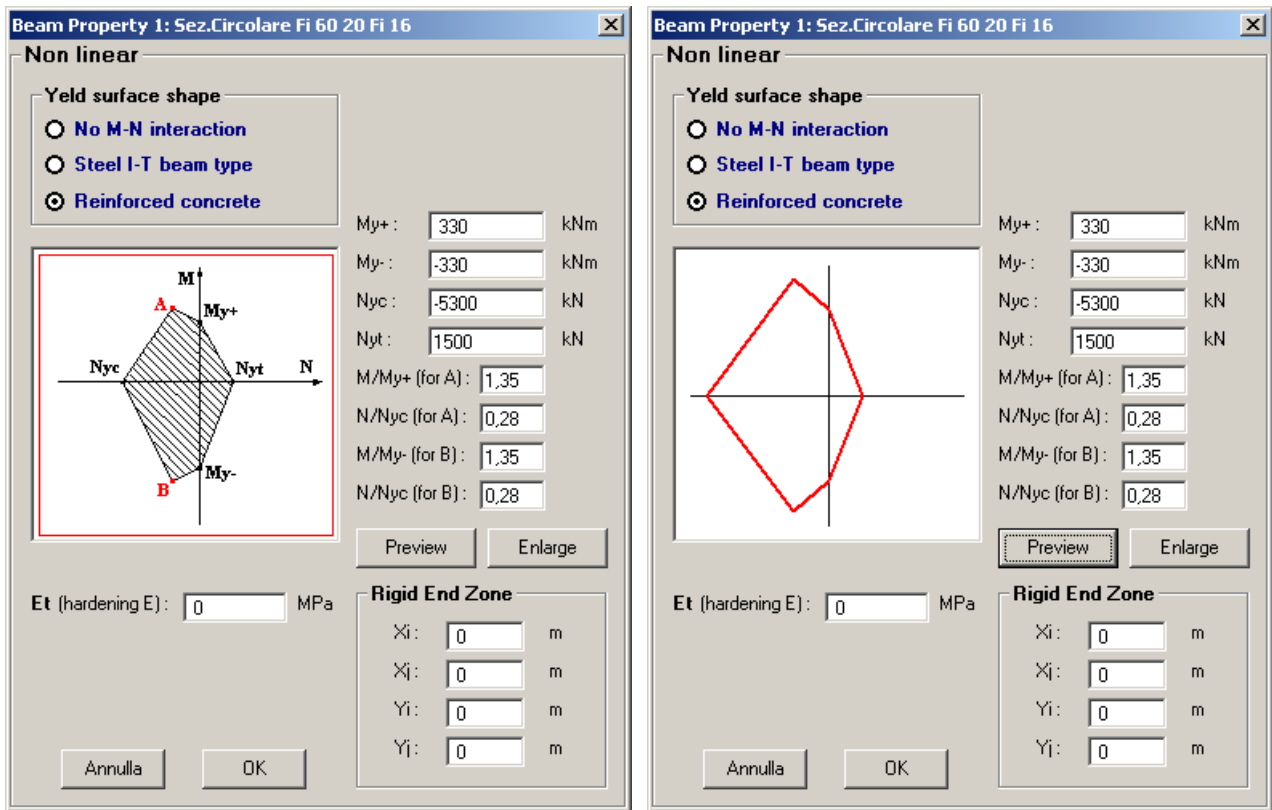

Fig. 4
**Il terzo tipo di superficie di snervamento (Fig. 4) è tipico dei pilastri in cemento armato.**